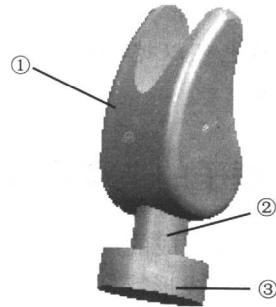

图 1-2 锤头
如图 1-2 所示，可把锤头看成是①、②、③三大块。②和③为圆柱体，可以通过画圆然后拉伸得到，也可以通过直接生成圆柱体的方式；①是相对复杂的一部分，分析它的外形，可通过绘制外轮廓，然后拉伸得到。下面是具体的步骤：